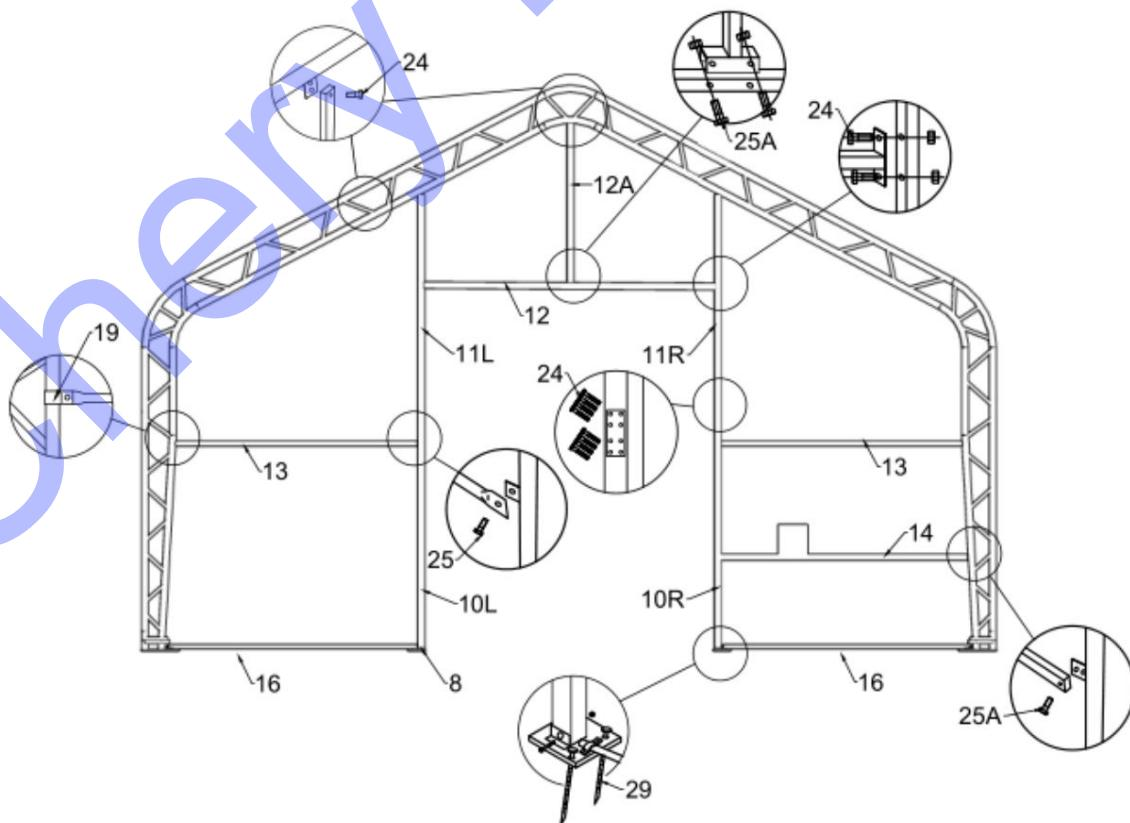

Figure 6 : Porte avant et porte arrière
1. La figure 6 montre l'assemblage du cadre de porte selon la figure 6.